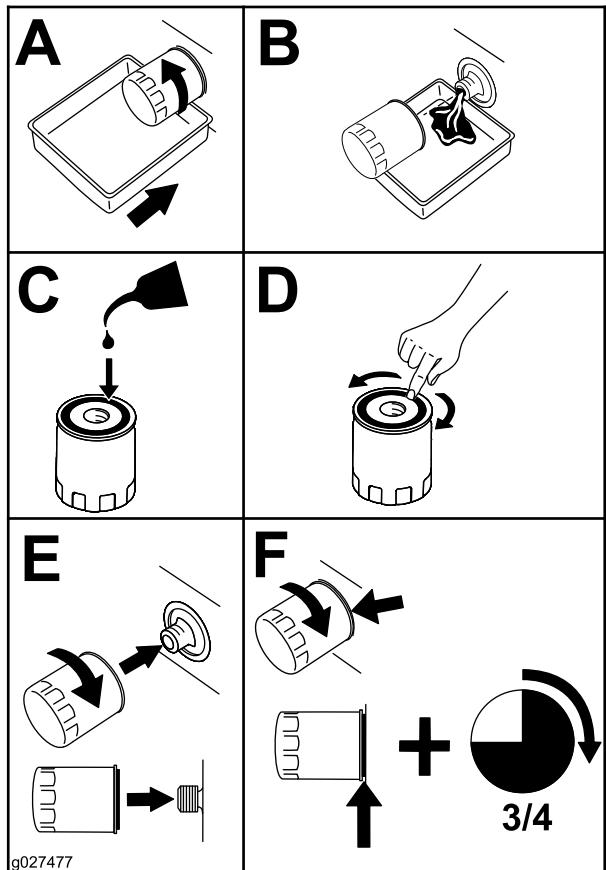

Рисунок 41
- Замените масляный фильтр двигателя (Рисунок 41).